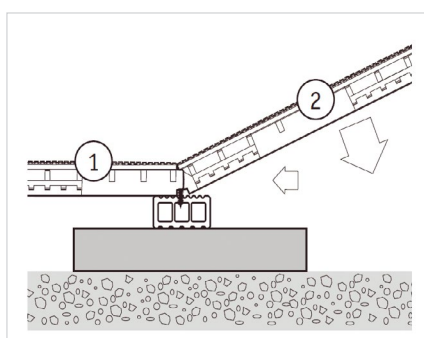
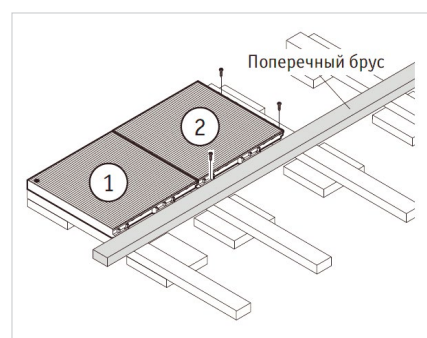

Рис. 7 Укладка кассеты №2
Рис. 8 Крепление кассеты №3
- Приставить кассету №2 под наклоном к кассете №1 (рис. 7), при этом сместить монтажные зажимы под край, отжать и снова привинтить в трех точках замковых выступов. Разместить каждую последующую кассету (№3, №4 и т.д.) аналогичным образом (рис. 8).